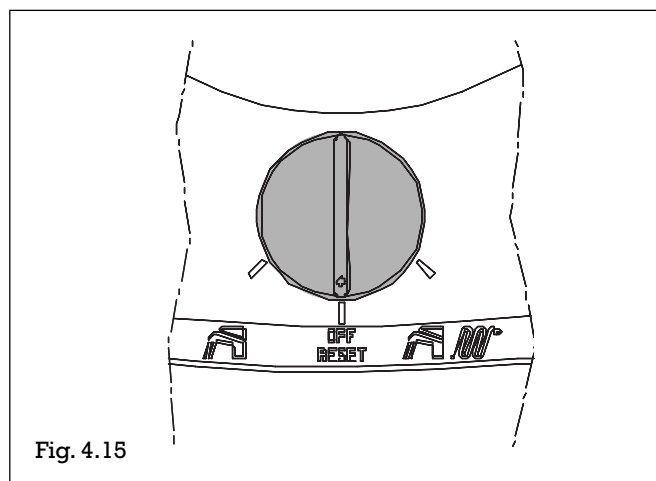

Fig. 4.15
Placer le sélecteur de fonction sur le symbole **ARRET/REARMEMENT** puis le remettre sur l'une des positions «  » ou «  » selon l'utilisation (fig. 4.15).
- placer le sélecteur de fonction sur **ARRET/REARMEMENT** (fig. 4.15)
- placer le robinet d'entrée d'eau froide (B) sur la position "remplissage" (manette vers le bas) et ouvrir le petit robinet (C) du disconnecteur jusqu'à ce que la pression indiquée par le manomètre soit comprise